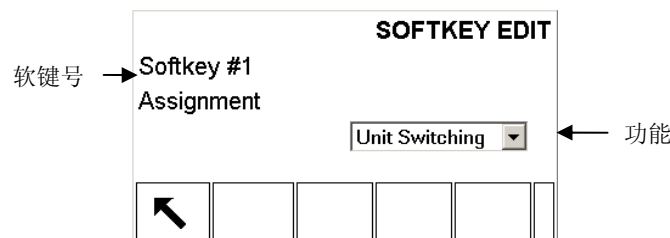

图 C-2: 软键编辑界面
2. 按下编辑软键 ，显示软键编辑界面(图 C-2)，需编辑的软键位置对应的数字与软键功能选择框显示在同一界面上。